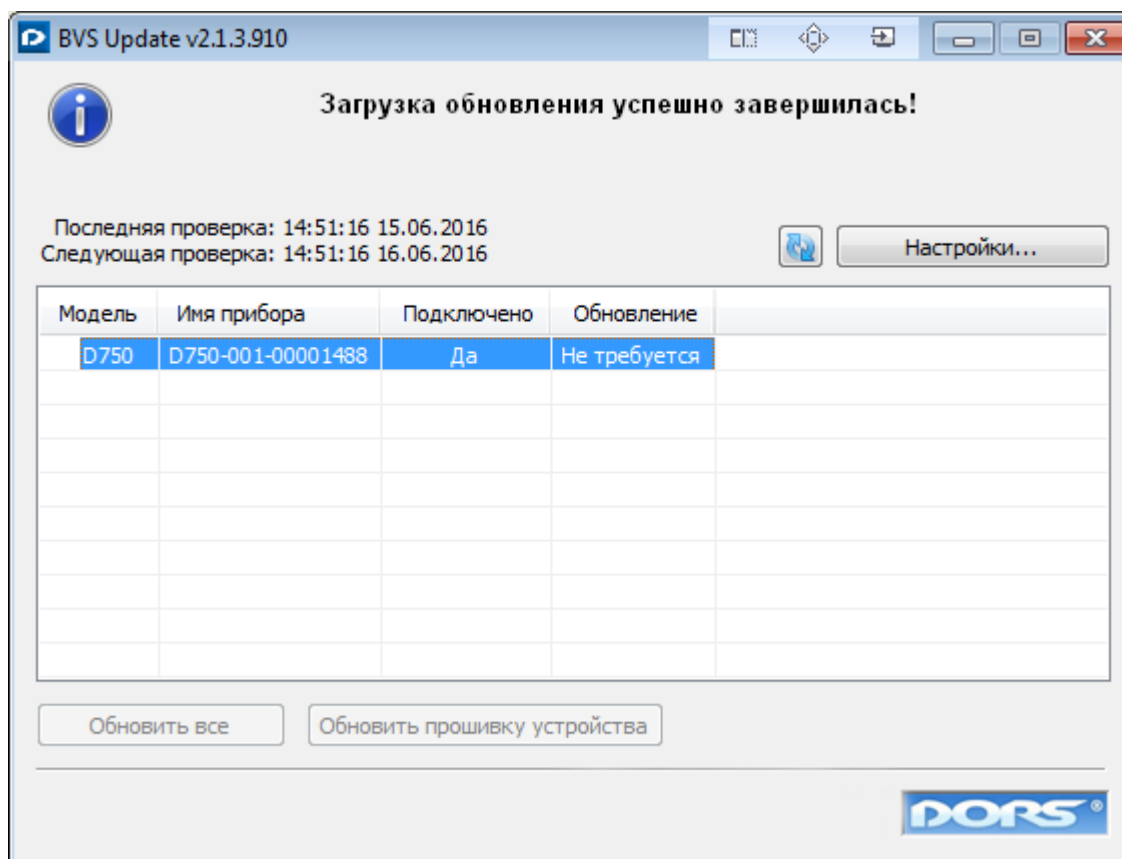

Рис. 171
Дождитесь появления в окне программы сообщения «Загрузка обновления успешно завершилась», счётчик при этом должен начать процесс самотестирования (см. п. Внешний вид и органы управления изделия подраздел «Порядок работы»). Система автоматически проверит параметры обновления и выдаст сообщение «Обновление не требуется» (см. Рис. 171).
- Дождитесь появления в окне программы сообщения «Загрузка обновления успешно завершилась» (сообщение появится кратковременно, в зависимости от скорости интернет соединения), счётчик при этом должен начать процесс самотестирования (см. п. Внешний вид и органы управления изделия подраздел «Порядок работы»). Система автоматически проверит параметры обновления и выдаст сообщение «Обновление не требуется» (см. Рис. 171).